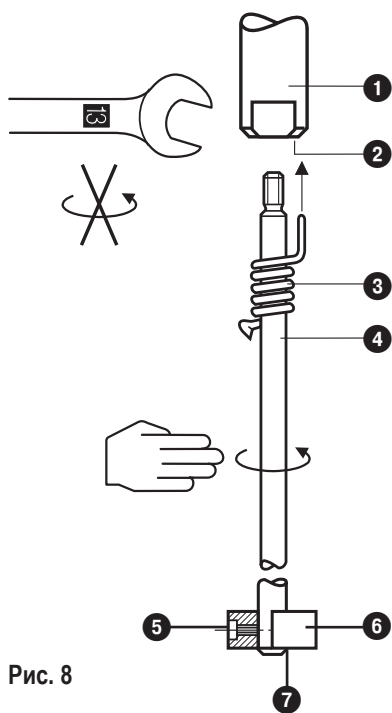

Рис. 8
1. Ввинтить удлинитель электрода **4** в измерительный электрод **1**. **Рис. 8**